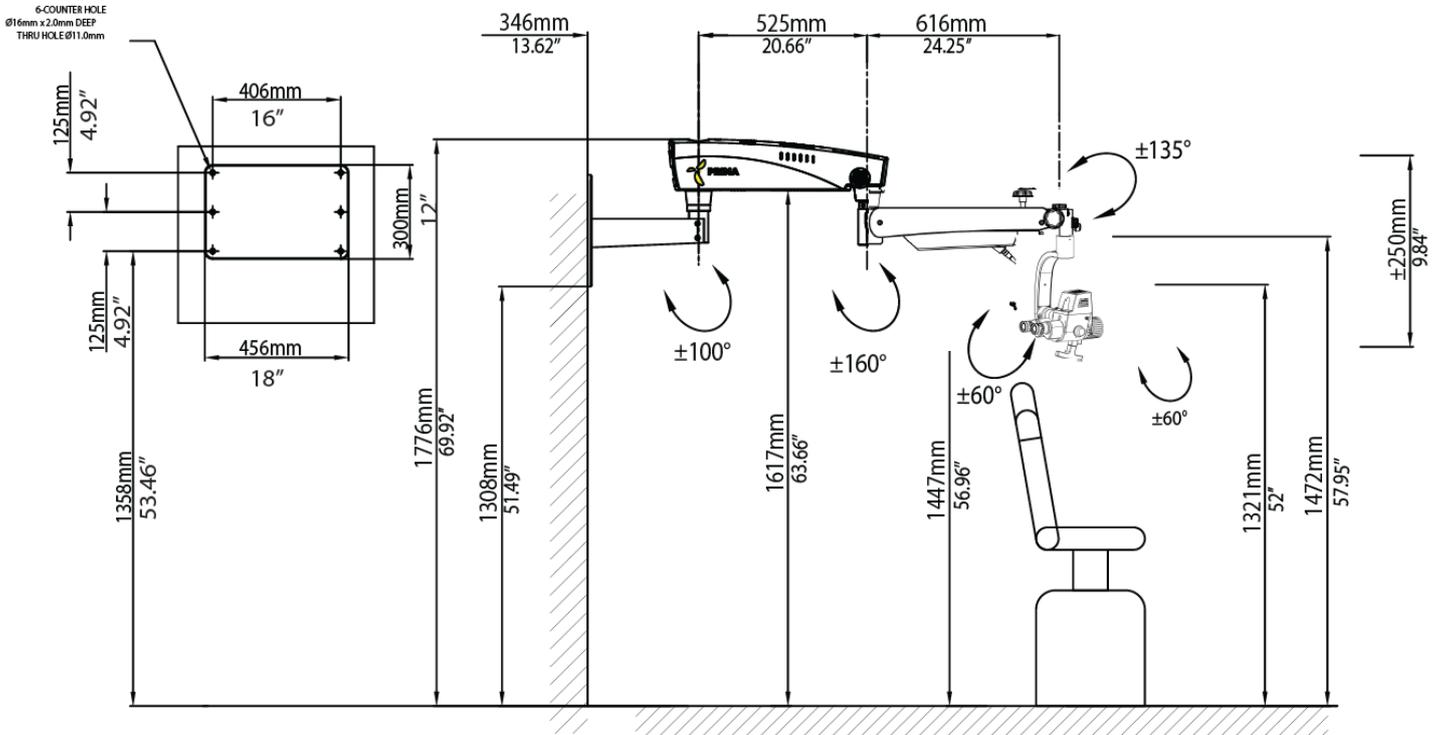

Fig. 13
- C. Distance par rapport au sol – Reportez-vous à la hauteur appropriée selon la configuration commandée à partir des figures 13, 14.